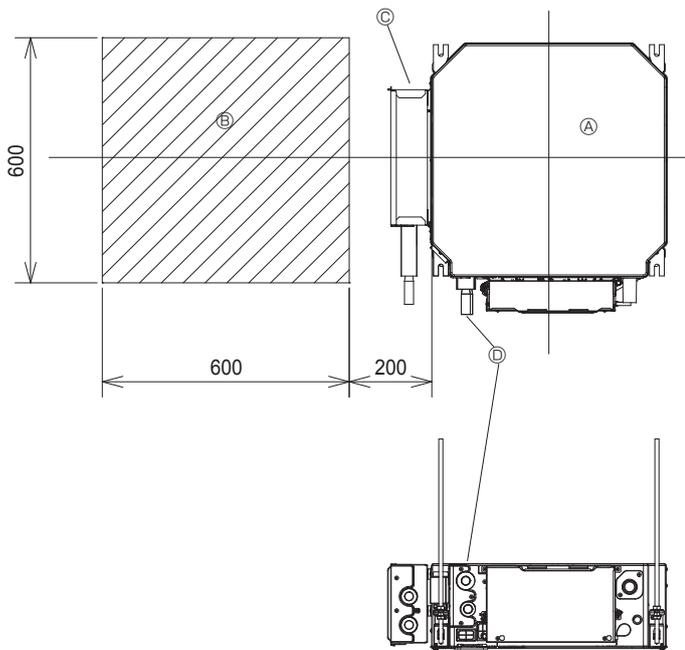

Fig. 4-8
4.5.1. Vorbereitungen vor der Installation des optionalen VENTILKIT (Fig. 4-8)